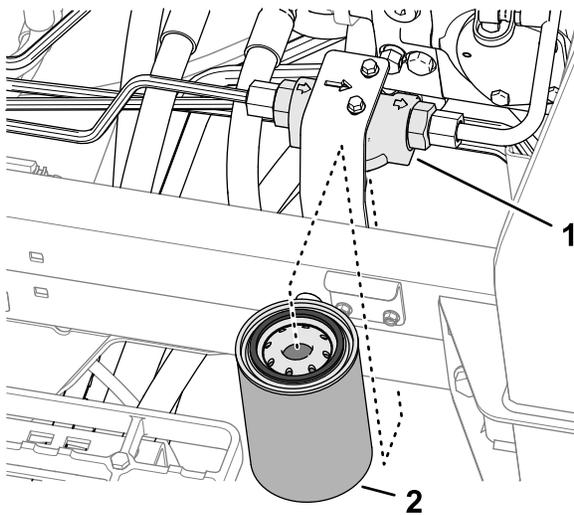

Figura 150
3. Sul lato sinistro della macchina, allineate una bacinella di spurgo sotto il filtro di carico (Figura 150).